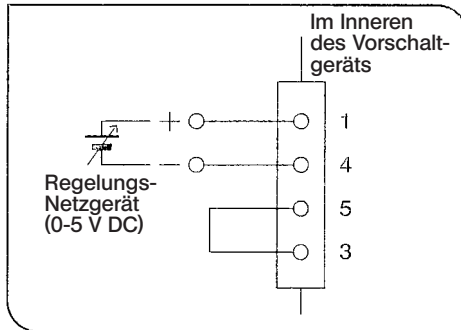

Abb. 5
(Abb. 5)
1. Ein Netzgerät für Gleichstrom anschließen, wie in Abb. 5 gezeigt. Die Stromzufuhr noch nicht einschalten.